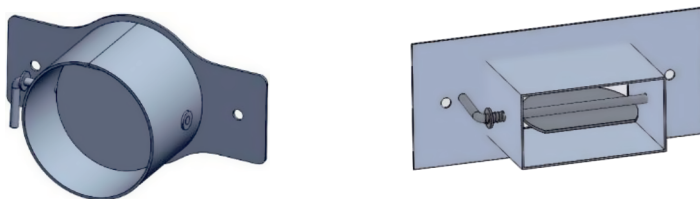

Рис.2 Варианты выходов дымохода
3.5. На задней стенке корпуса предусмотрена возможность подключения выхода дымохода (круглого или прямоугольного сечения) котла к дымовому каналу (Рис. 2.); сбоку с обеих сторон в нижнем углу фланец - для приема воды из отопительной системы (7); в верхнем углу фланец - для подачи воды в систему (6).